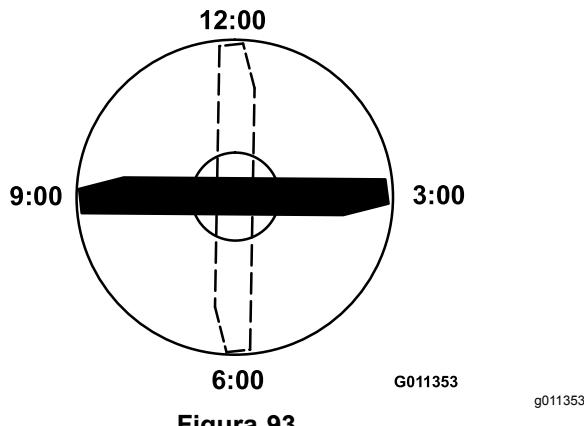

Figura 93
- Orientate il tagliente dell'estremità marcata della lama sulle ore 12 (esattamente in avanti, nel senso di falciatura) (Figura 93) e misurate l'altezza tra il banco e il tagliente della lama.
5. Ruotate l'estremità marcata della lama sulle ore 3 e sulle ore 9 (Figura 93) e misurate le rispettive altezze.